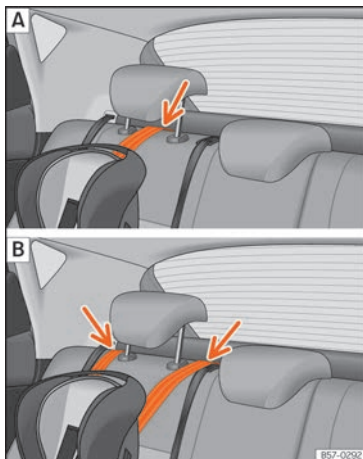

Abb. 37 Befestigungsgurt: Einstellung und Einbau je nach Top Tether-Gurt.
- Führen Sie den Gurt unter der Kopfstütze des Rücksitzes durch »» **Abb. 37** (in Abhängigkeit der Gebrauchsanweisungen des Kindersitzes ggf. Kopfstütze anheben oder entfernen).